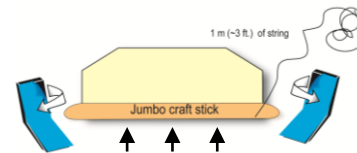

Figura 2
- 2** Coloque el abatelenguas encima de la tarjeta de índice. Alinee el palo con el borde largo de la tarjeta como se muestra en la figura 2.